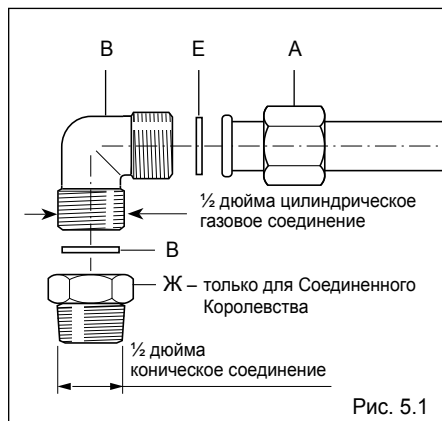

Рис. 5.1
Соединительный узел должен включать (Рис. 5.1):
- ✓ Прокладки «Е» обеспечивают герметичность газового соединения (Рис. 5.1). Их замена проводится при обнаружении малейших признаков деформации или повреждения.